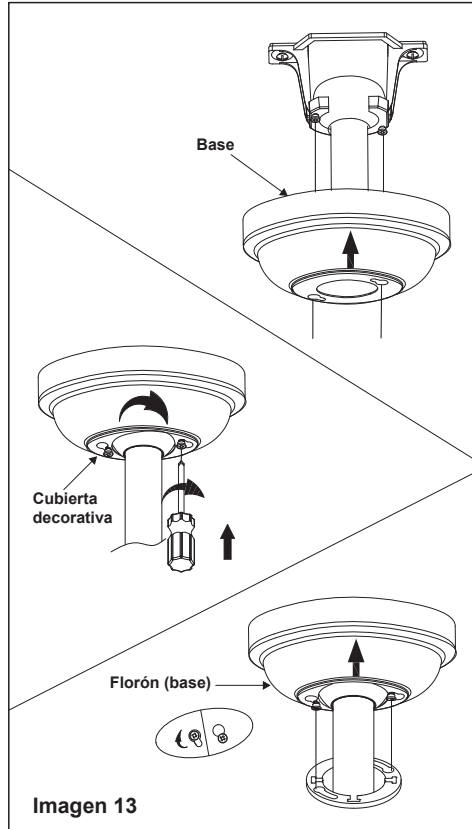

Imagen 13
**Paso 2.** Deslice la base hasta el soporte de montaje y coloque el orificio de la llave en la base sobre el tornillo del soporte de montaje, gire la base hasta que se bloquee en la sección estrecha de los orificios de la llave. (Fig. 13)